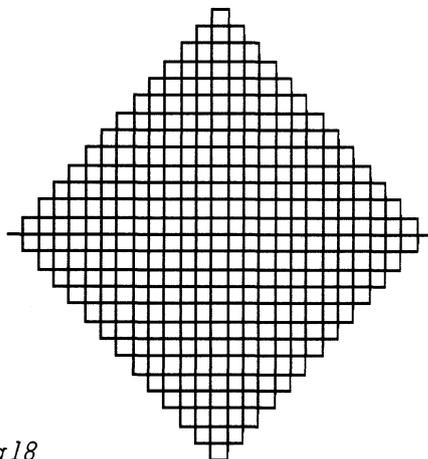

Abbildung 18
1. Beispiel: Die Peanokurve (Listing 13, Abbildung 18)